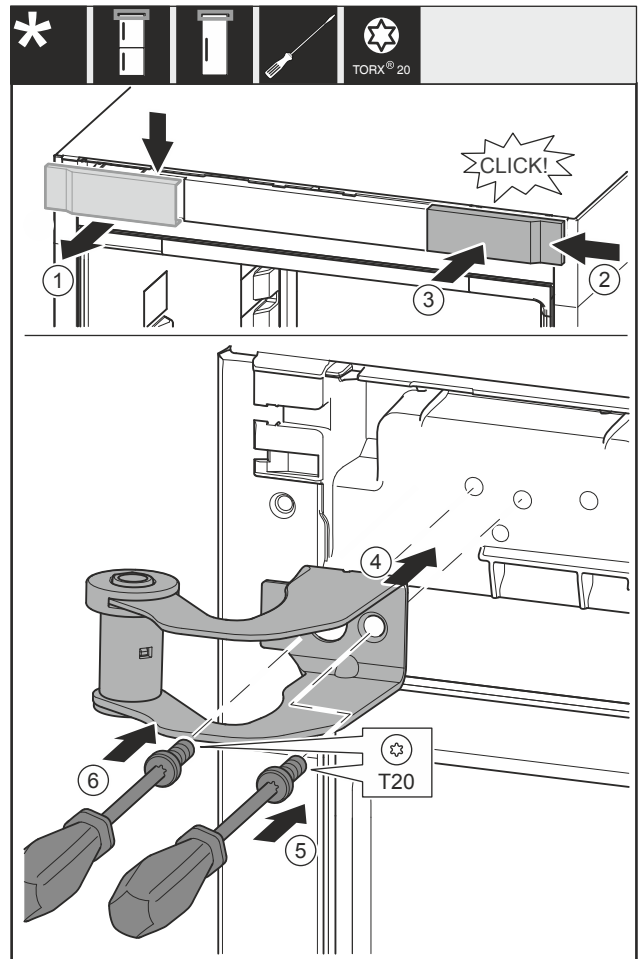

Fig. 14
- ▶ Retirer le couvercle Fig. 14 (1) depuis le haut vers l'avant.
- ▶ Accrocher le couvercle Fig. 14 (2) tourné de 180° de l'autre côté depuis le côté droit.
- ▶ Enclencher le couvercle Fig. 14 (3).
- ▶ Poser le support de palier supérieur Fig. 14 (4).
- ▶ Visser la vis Fig. 14 (5).
- ▶ Visser la vis Fig. 14 (6).